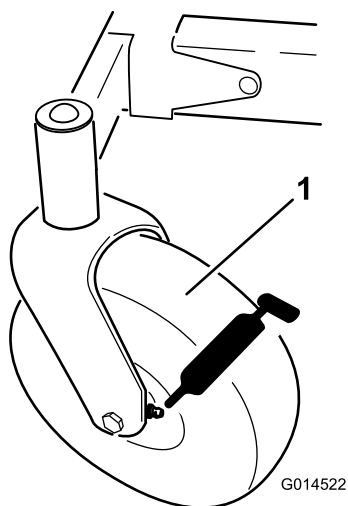
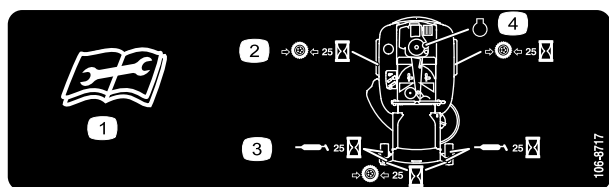

Figure 24
Figure 25
3. Nettoyez les graisseurs (Figure 24 et Figure 25) à l'aide d'un chiffon. Grattez la peinture qui pourrait se trouver sur le devant des graisseurs.
4. Raccordez une pompe à graisse à chaque graisseur (Figure 24 et Figure 25). Injectez de la graisse dans les graisseurs jusqu'à ce qu'elle commence à sortir des roulements.